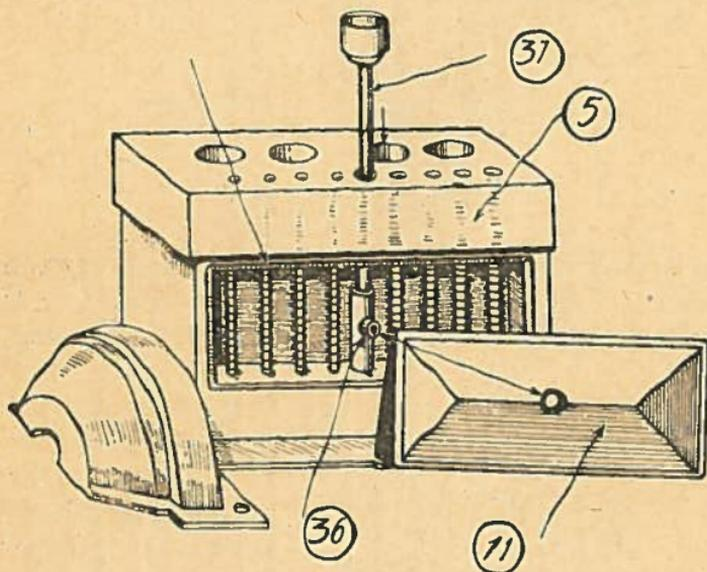

Bild 11.
Die Verteilerwelle (37) ist in die Ölpumpe fest eingeschraubt und soll nicht gelöst werden, vielmehr soll nur der Verteiler selbst heruntergeschraubt werden. Beim Zusammenbau ragt dann die Verteilerwelle aus der Ölwanne heraus. Dann wird der Zylinderblock darübergeschoben, das T-Stück (36) und Masseschiene (34) nicht vergessen (Bild 10). Jetzt kommt der Zylinderdeckel darauf, und man schraubt alle 3 Teile mit dem Verteilerkopf zusammen (vgl. Bild 11).
Jetzt haben wir nur noch die Zubehörteile anzusetzen. Vor allem nehmen wir den Ventilkammerdeckel (11), der so vor die Ventilkammer gesetzt wird, daß der Ansatz des T-Stückes (36) aus dem Deckel hervorragt (siehe Bild 11). Auf diesen Ansatz